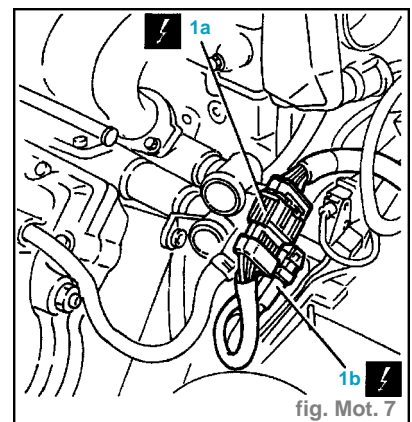

fig. Mot. 7
- Déposer le conduit de prise à dépression du servofrein au niveau du caisson de capacité d'air (2).
- Débrancher les connexions électriques (1a) et (1b) du câblage moteur (fig. Mot.7).